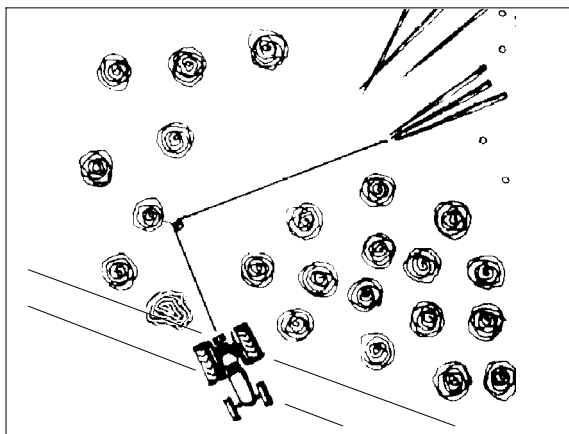

Fig. 23. Bruk en kasteblokk for å unngå å vinsje sideleng.
1. Velg en horisontal rute med hardt underlag for skrensingen for traktoren. Unngå bratte bakker, spesielt når du vinsjer fra siden. Sjekk at vinsjsporet er klarert og at brekket i traktoren er på. Ikke la traktoren gå på tomgang mens du vinsjer. Maksimum P.T.O. fart er 540 rpm. Se til at tømmerstokkene kan dras fritt. Vær ekstra på vakt når du jobber i bakker. Unngå at vinkelen overskrider 30 grader, når du vinsjer på sidene. Om nødvendig, fest en kasteblokk til et tre. (Se fig. 23.)